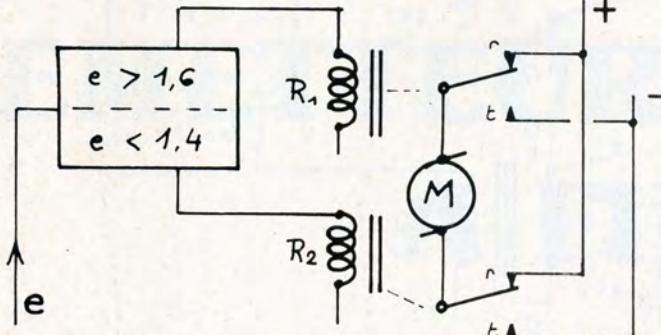

Fig. 14. – Une boîte à relais donne marche avant, marche arrière et arrêt.
- Une seule boîte à deux relais assure la marche avant, l'arrêt et la marche arrière (voir fig. 14).